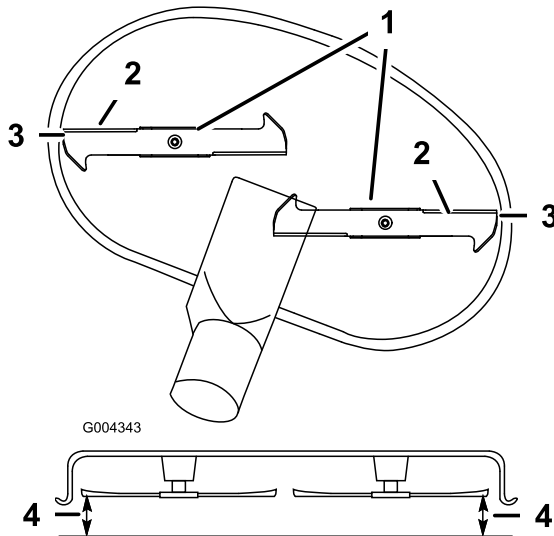

Figura 53
5. Fate ruotare con cautela la lama (o lame) da un lato all'altro (Figura 53). Misurate la distanza tra i taglienti esterni e la superficie piatta (Figura 53). Se entrambe le misure non rientrano nella tolleranza di 5 mm è necessario regolare; proseguite l'operazione.